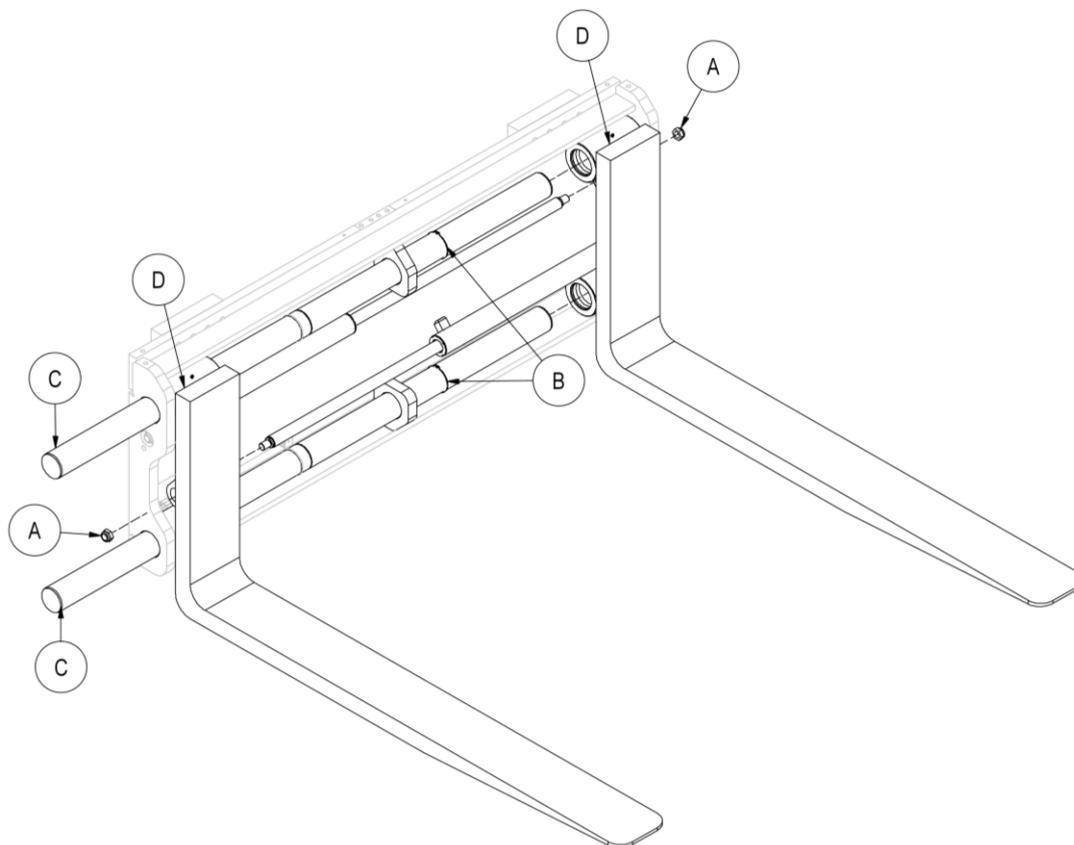

Abbildung 19
7. Beziehen Sie sich auf die *Abbildung 19*.